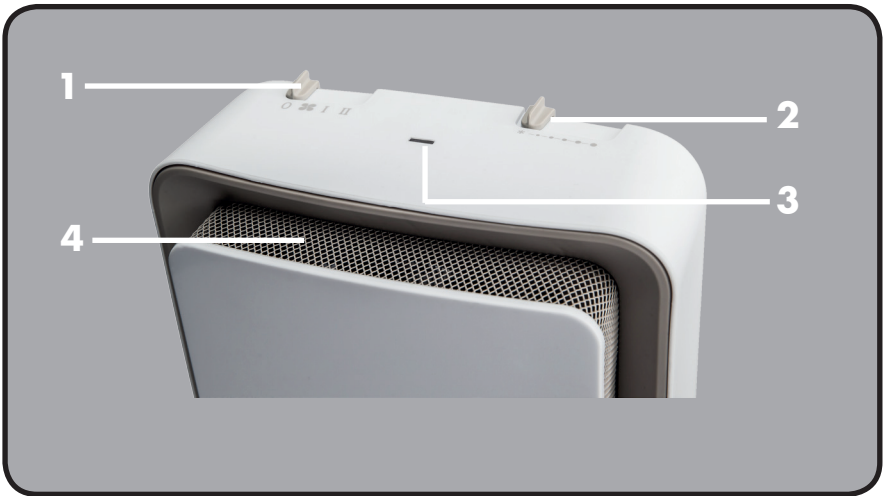

Abb. 2: Geräteübersicht
1. Vergewissern Sie sich, dass der Heizstufenschalter (siehe Abb. 2, Nr. 1) auf „0“ steht. Schließen Sie dann den Heizlüfter an eine geerdete, durch einen FI-Schutzschalter abgesicherte Steckdose an.
3. Schalten Sie nun das Gerät ein, indem Sie den Heizstufenschalter (siehe Abb. 2, Nr. 1) auf die gewünschte Position bringen. Die Kontrollleuchte geht an. Dabei gilt:
1. Starten Sie das Gerät, indem Sie mit Hilfe des Heizstufenschalters (siehe Abb. 2, Nr. 1) die gewünschte Heizleistung einstellen.
2. Schieben Sie den Temperaturregler (siehe Abb. 2, Nr. 2) bis zum Anschlag.
1. Stellen Sie das Gerät in die Lüfterstellung (siehe Abb. 2, Nr. 1) und lassen sie es vor dem Abschalten ca. 1 Min nachlaufen.
2. Stellen Sie anschliessend den Heizstufenschalter (siehe Abb. 2, Nr. 1) auf Position „0“.